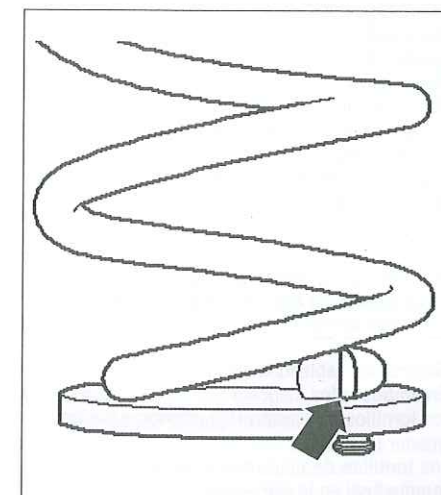

Fig. 21
- poner la copela inferior debajo del muelle, a tope contra el extremo de su espira inferior (Fig.21).